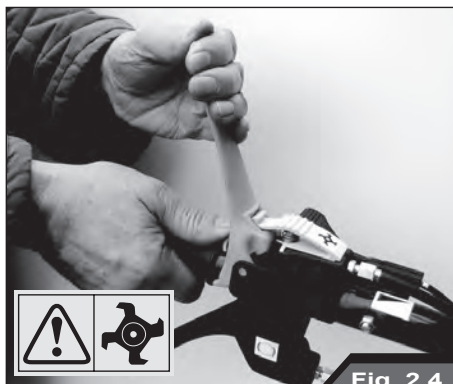

Fig. 2.4
- Dźwignię sprzęgła wirnika ostrzy należy zawsze uruchamiać oburącz. Odczepić zaczep zabezpieczający dźwignię sprzęgła wirnika ostrzy tak, jak pokazano na ilustracji (Rys. 2.4).